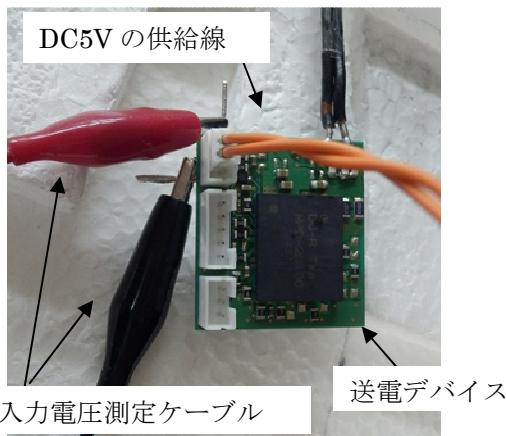
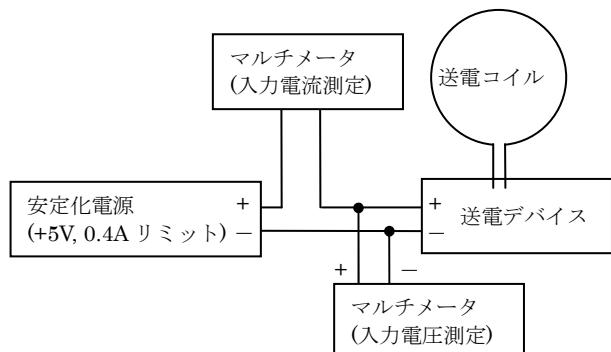
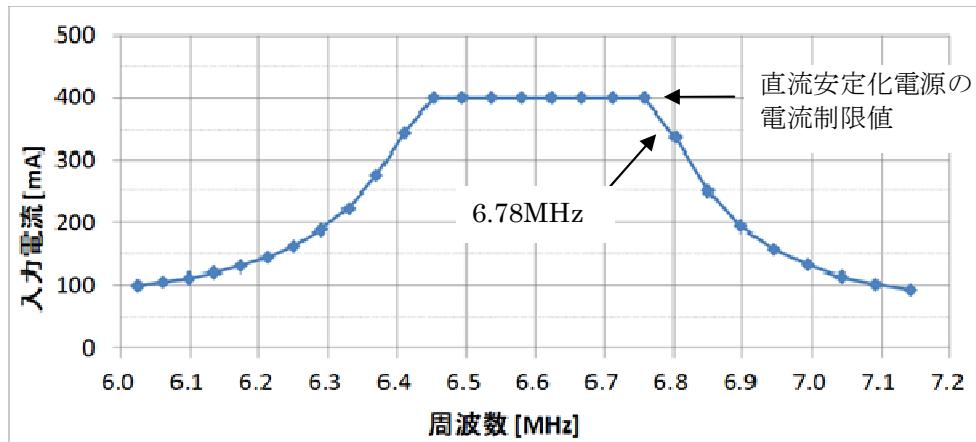
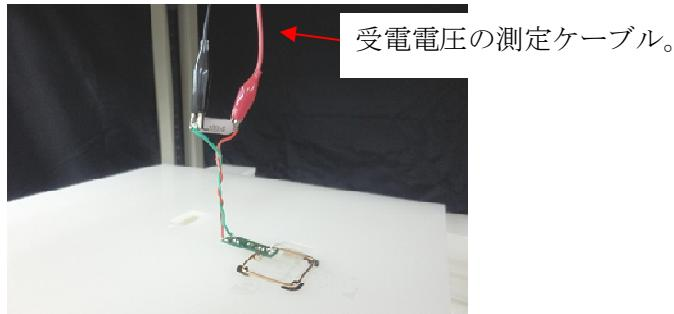

図 7. 送電デバイスへのケーブルの接続
図 8. 送電デバイスへの測定器の接続の概要
図 9. 送電デバイスの周波数特性の測定結果
図 17. 受電デバイスへのケーブル接続
- ④ 図 7 および図 8 に示すように 5V 納電線や入力電圧・入力電流の測定用のマルチメータを接続し、直流安定化電源から送電デバイスに+5V を供給する。送電デバイスの保護のため、直流安定化電源の電流は 0.4A で制限する。+5V を供給した後、パルスジェネレータから矩形波を入力する。先に矩形波を入力すると送電デバイスが故障する可能性があるため、必ず+5V を先に供給すること。矩形波の周波数を 6MHz から 7MHz まで徐々に変化させて、図 9 のような周波数に対する入力電流を測定する。
- ⑤ 図 9 の入力電流の周波数特性のグラフにおいて、6.78MHz が入力電流の立ち下がり位置で規定の電流量になるように共振キャパシタンスを調整する。共振キャパシタンスの調整時に送電デバイスの動作を停止させるとときは、パルスジェネレータの出力を停止してから+5V の供給を停止させること。
- ⑥ パルスジェネレータを取り外し、③で取り外した 0Ω 抵抗を再実装する。直流安定化電源から+5V を供給し、パルスジェネレータで調整したとおりの入力電流になるか確認する。
- ④ 図 17 に示すように受電電圧の測定用プローブを受電デバイスの上面からたらして接続する。送電デバイスには図 7 および図 8 のように+5V 供給線と入力電圧・入力電流の測定用のマルチメータを接続する。